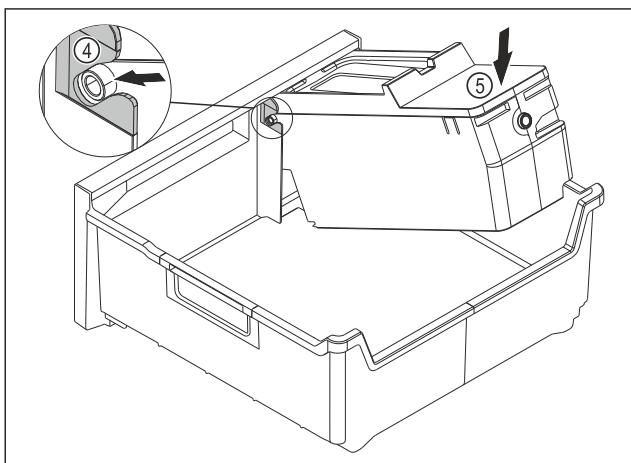

Fig. 78
- Встановіть корпус EasyTwist-Ice: Вставте осі корпусу EasyTwist-Ice в напрямні Fig. 78 (4).
- Натисніть на корпус EasyTwist-Ice Fig. 78 (5) ззаду вниз.